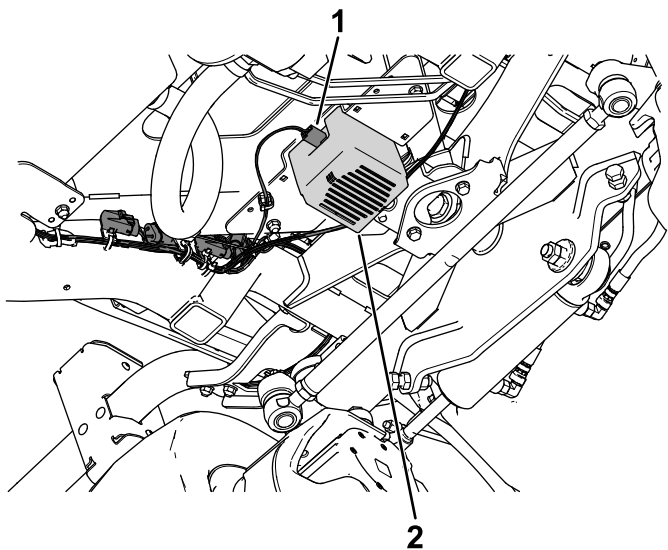

Bild 29
5. Verlegen Sie den mit HUPE (P13) beschrifteten Kabelbaumstecker an der Hupe. Schließen Sie den Kabelbaum an der Hupe an (Bild 29).